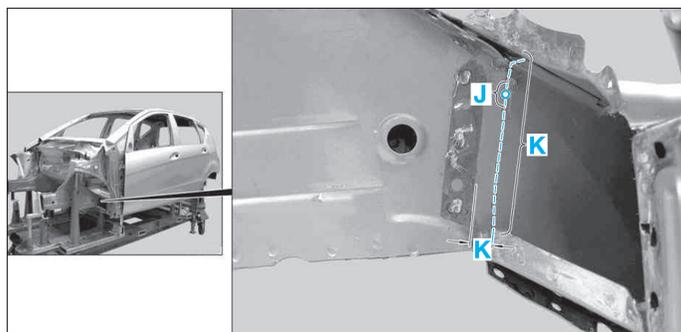

FIG. 10
- Tracer la ligne de coupe (K) (Fig.10).